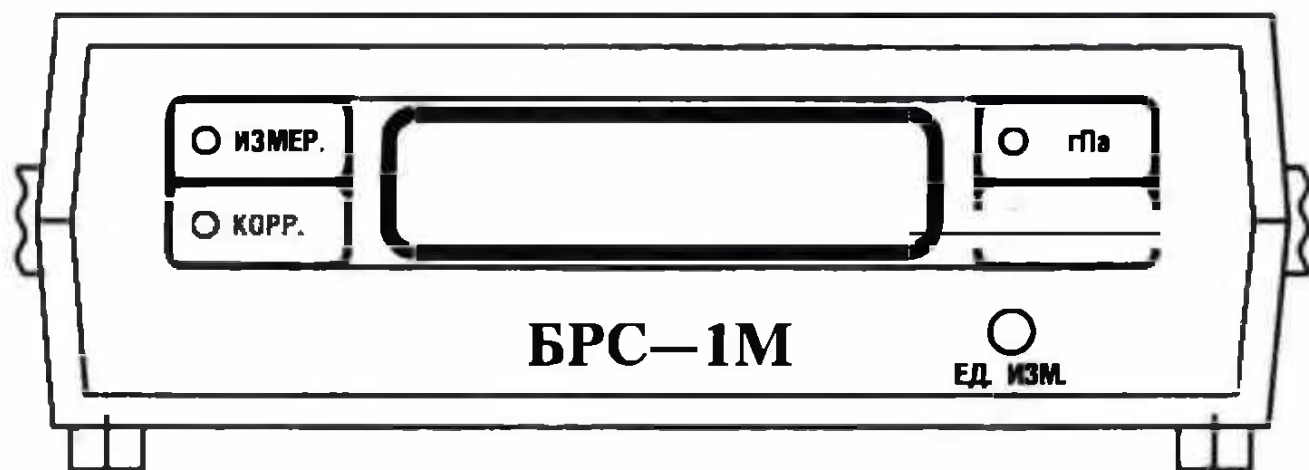

Рисунок 1 – передняя панель барометра
5.1.1. На рис. 1 и 2 показан внешний вид барометра спереди и сзади соответственно.